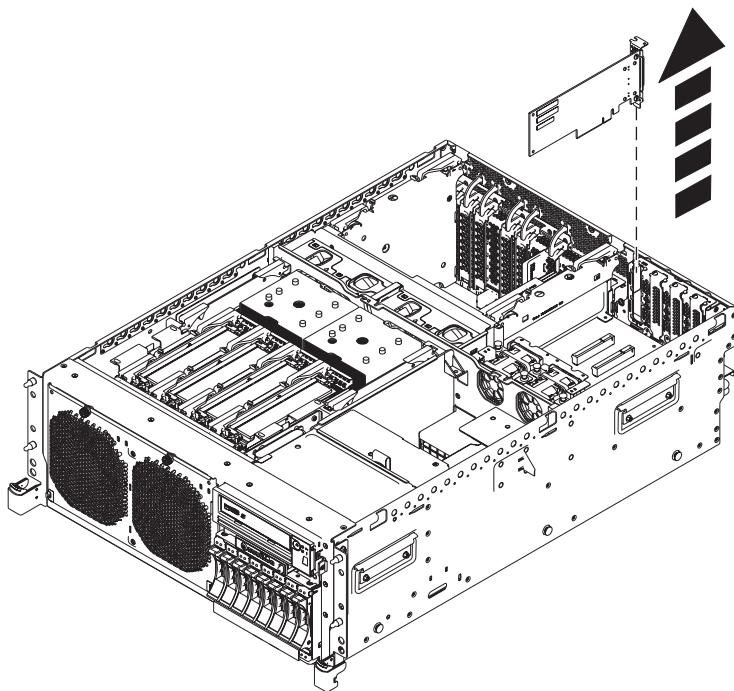
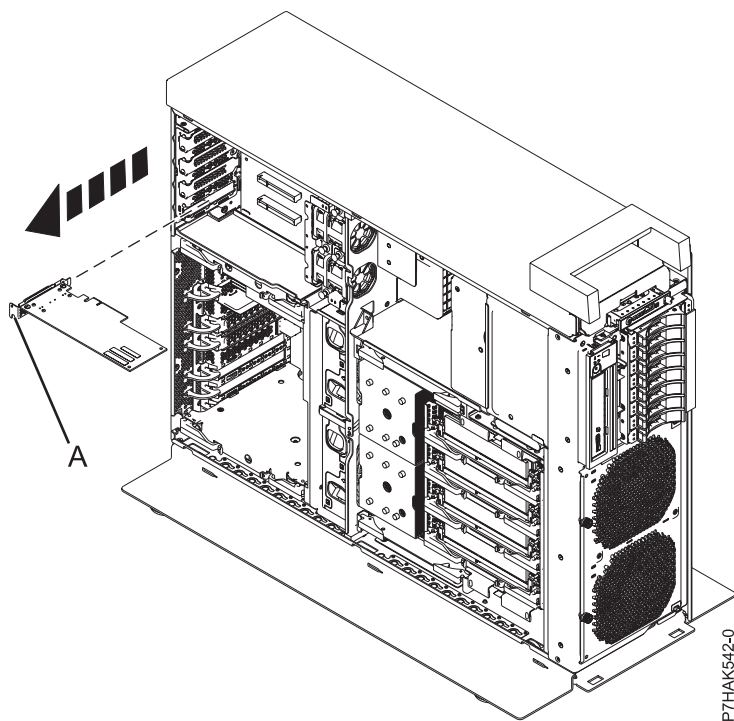

Figura 9. Extracción de un adaptador PCI de una tarjeta de expansión en un sistema montado en bastidor
Figura 10. Extracción de un adaptador PCI de una tarjeta de expansión en un sistema autónomo
13. Si el sistema tiene una tarjeta de expansión, puede tirar del adaptador PCI por su contrapunta (A) para extraerlo de la ranura, tal como se muestra en la Figura 9 en la página 13 y en la Figura 10 en la página 13.